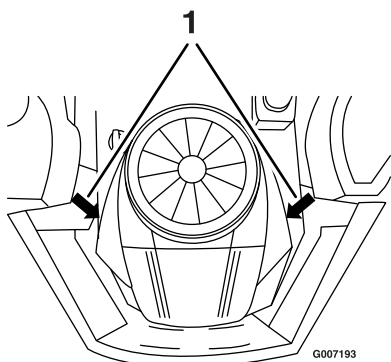

Figure 35
2. Débranchez le fil de la bougie (Figure 35). Nettoyez la surface autour de la bougie pour éviter que des impuretés n'endommagent le moteur en tombant à l'intérieur.
3. Reconnectez le fil à la bougie (Figure 35).